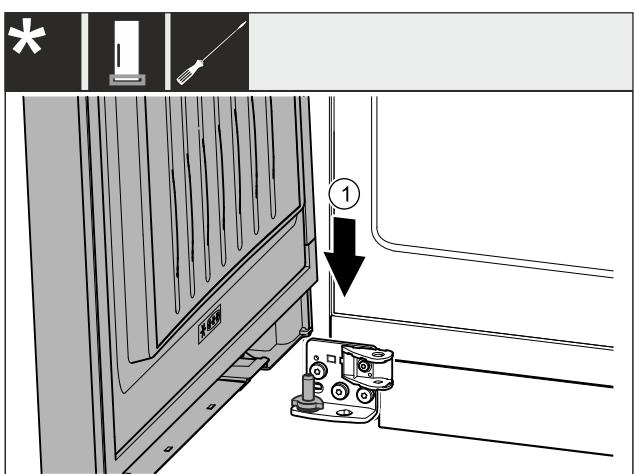

Fig. 30
- Dvere nasadťte zhora na dolný ložiskový čap. Fig. 30 (1)